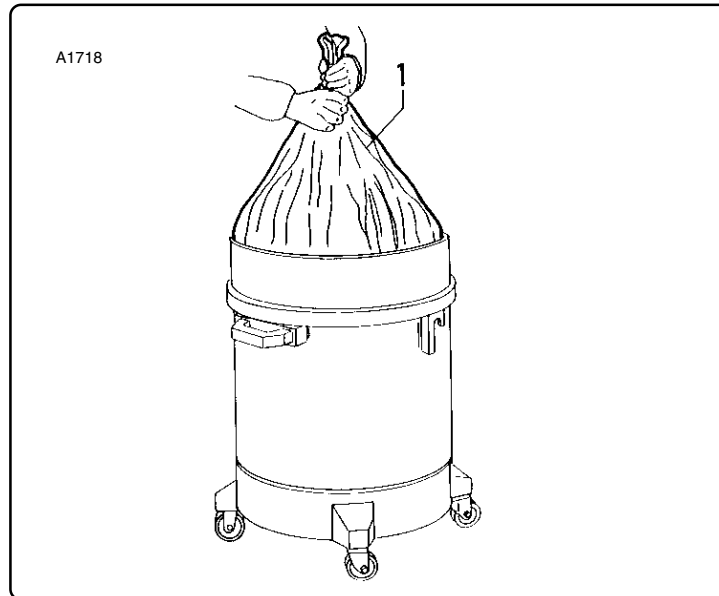

Fig. 6.6.2
*To facilitate the container emptying and cleaning operations, it is advisable to use nylon bags "1" as indicated in figure 6.6.2.*
Pour faciliter les opérations de vidange et de nettoyage de la cuve il est conseillé d'utiliser des sacs en nylon "1" comme indiqué dans la figure 6.6.2.
Um das Entleeren und Reinigen des Behälters zu vereinfachen, sollte man Nylonbeutel "1" als Einsatz verwenden, die in Abb. 6.6.2 zu sehen ist.